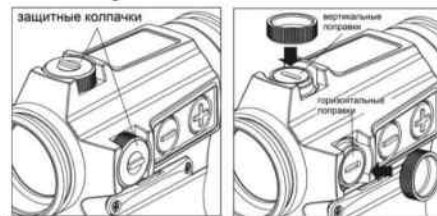

рис.5
1. Сверху прицела находится барабан вертикальных поправок, справа – барабан горизонтальных поправок (см. рис.5). На фабрике прицельная марка устанавливается в среднее положение.
2. Для ввода поправок можно воспользоваться встроенной в защитную крышку отверткой (см. Рис. 5). Обратите внимание на надпись внутри крышки.